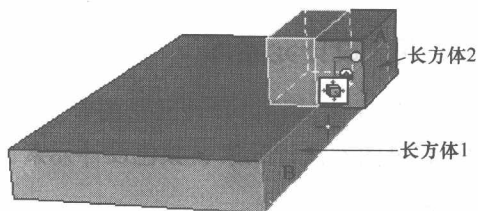

图 1-6
2) 利用智能捕捉定义长方体2的大小：单击长方体2使其处于智能图素状态，按住“Shift”键，在操作手柄A上单击并拖动，使其与长方体1的后表面B齐平（当鼠标与B面齐平时，表面边缘成绿色高亮状态，此时松开鼠标），如图1-6所示。